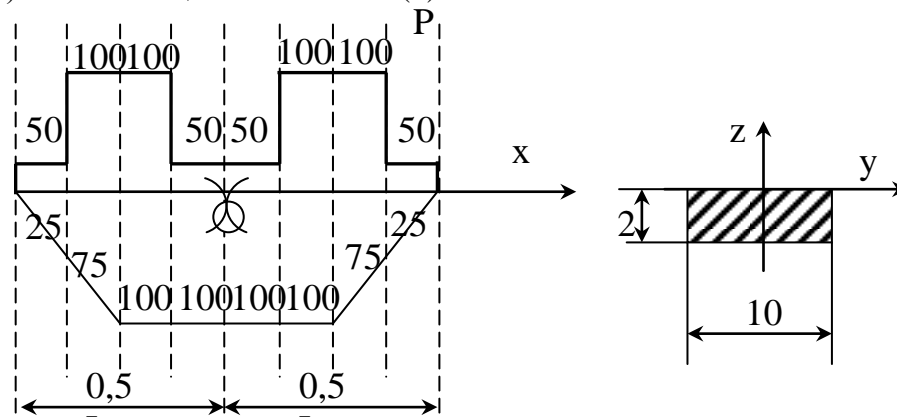

Рис. 1 Весовая нагрузка и площади шпангоутов судна
3.1. Для морского судна дана (рис.1) схема распределения по длине весовой нагрузки и площади теоретических шпангоутов погруженной части судна (строевая по шпангоутам). Проведите вычисления и постройте для данного судна эпюры перерезывающих сил $N(x)$ и изгибающих моментов $M(x)$.